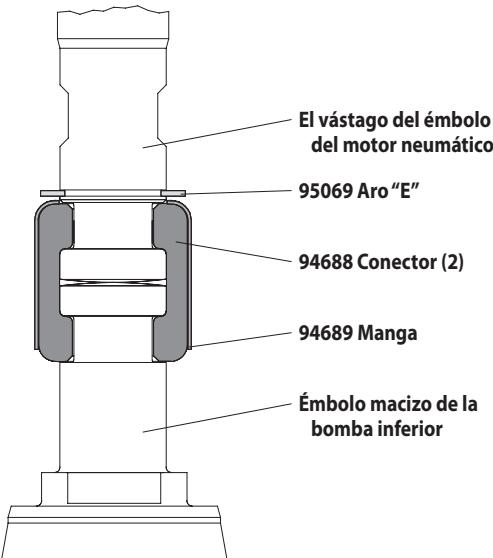

Figura 2
5. Usando pinzas para aros en "E", deslice hacia arriba el aro "E" lo suficiente para permitir que el manguito se deslice para arriba y libere los dos conectadores (figura 2).